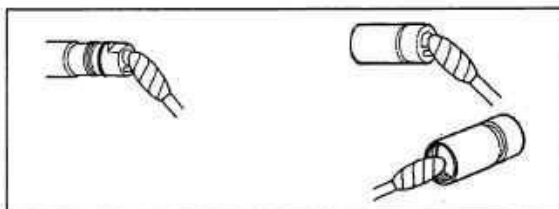

図4.2
1. 光学アダプター外面、内面の対物レンズ、ライトガイドが汚れていないかを点検します。汚れている場合は、きれいな柔らかいガーゼまたは綿棒で汚れをきれいにふき取ります。このとき、市販のレンズクリーニング液などを用いると、よりいっそうきれいにふき取ることができます（図4.2参照）。